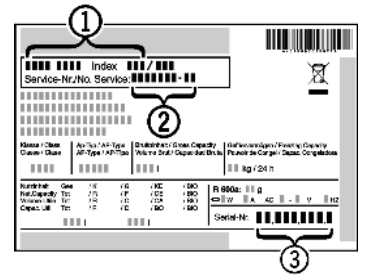

Fig. 42
- ▶ Consulter la désignation de l'appareil Fig. 42 (1), le N° de service Fig. 42 (2) et le N° de série Fig. 42 (3) sur la plaque signalétique. La plaque signalétique se trouve à l'intérieur de l'appareil, sur le côté gauche.